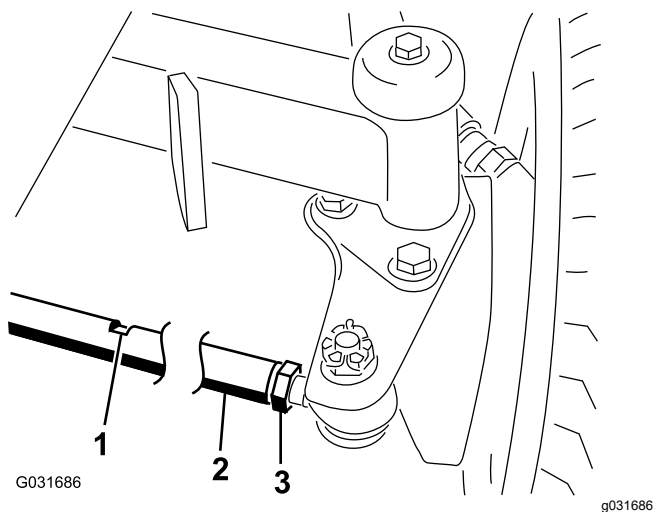

Figure 84
2. Desserrez l'écrou de blocage à chaque extrémité de la biellette (Figure 84).